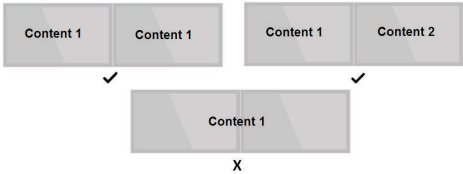

图 13
3. 支持在两个屏幕显示独立内容，如镜像和扩展模式，不支持同一内容分割到两个屏幕的显示（跨屏显示），如下图 13 示例：